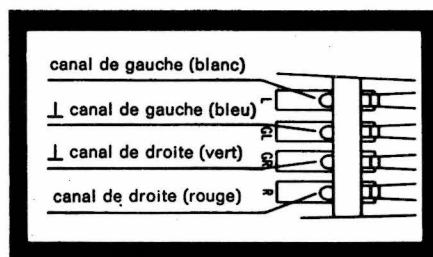

Fig. 17
4. Les connexions sur le support sont marquées, les fils étant de couleur différente (fig. 17). Reliez les fils de connexion du support avec les broches correspondantes de la cellule.